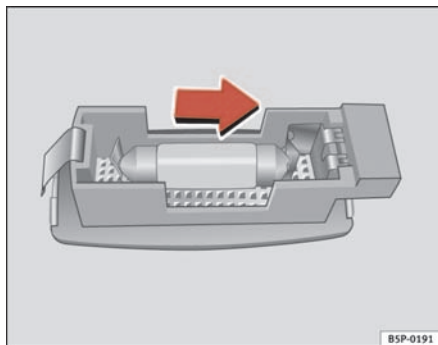

Abb. 197 Ausbau der Leuchte in der Sonnenblende
- Das Lampenglas mit einem Schraubenzieher vorsichtig an der Vertiefung heraushebeln, wie dies der Pfeil zeigt ⇒ Abb. 197.
⇒ Abb. 197. ■